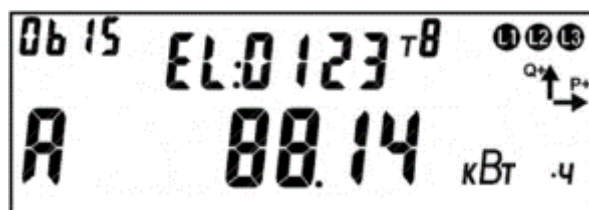

Рисунок 152 – Энергия, накопленная в текущем расчетном периоде (месяце).
6.8.3.1.1 В счетчике предусмотрен параметр «Контроль по значению энергии накапливаемой в накопитель» (Рисунок 152) выбора контролируемого параметра, допускающий следующий ограниченный набор значений: